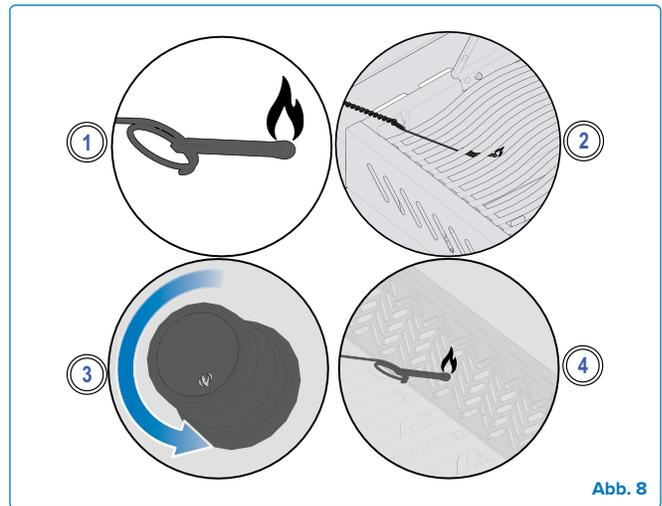

Abb. 8
6. Führen Sie das angezündete Streichholz durch die Grill- und Anbratplatten, während Sie den entsprechenden Brennerknopf auf Hoch drehen. (**Abb. 8**).